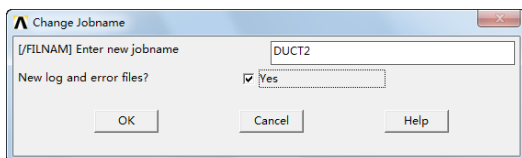

图 5-38 输入工作文件名对话框
①定义工作文件名：依次选择 Utility Menu→File→Change Jobname，会弹出“Change Jobname”对话框，在对话框中输入工作文件名“DUCT2”，并将“NEW log and error files”设置为“Yes”，如图 5-38 所示，单击“OK”按钮关闭对话框。